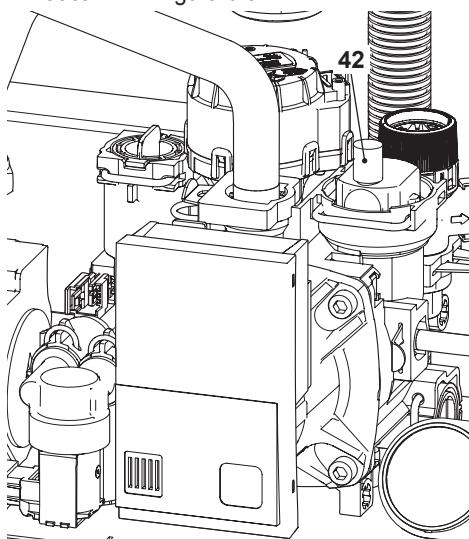

Figura 6.3
- Svitare il tappo della valvola di sfianto automatica 42 in Figura 6.3.